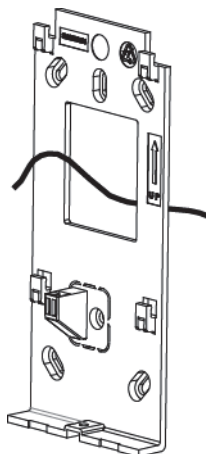

Figura 2
2. Introducir los cables a través del orificio del soporte de montaje (ver Figura 2).